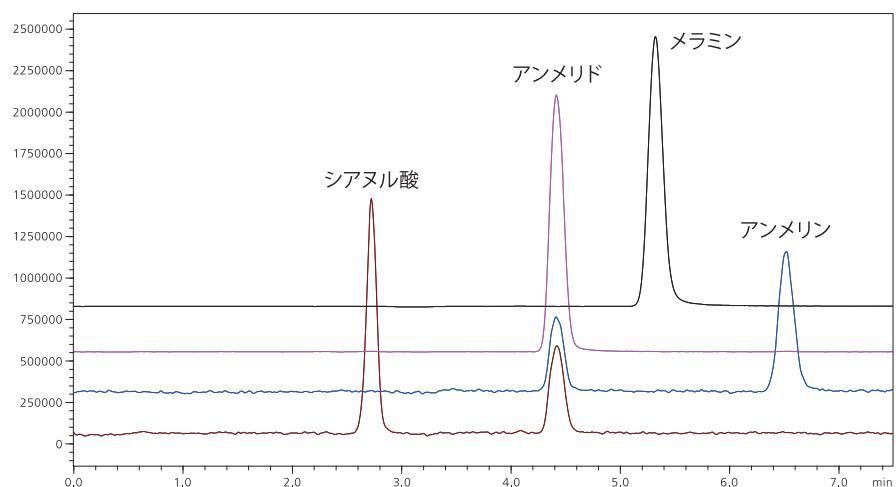

図2 メラミン及び代謝物のクロマトグラム
図2に、島津製作所製LCMS-8040で測定したクロマトグラムの一例を示します。メラミンとその代謝物を一斉分析できるので、効率良くメラミンの代謝挙動を把握することができます。メラミンは含窒素有機物であり、アンモニアを遊離しながら分解するので、実は③の事例のみならず、④の事例にもなっていましたね。このように、排水中有機物の代謝物の挙動を効率的に把握して、最適な生物処理条件を検討する際の判断を効率良く行う上で、LC-MSが非常に役立っています。医薬の分野で薬物の人体中での代謝を把握するために、LC-MSが活用されているのと少し似ています。